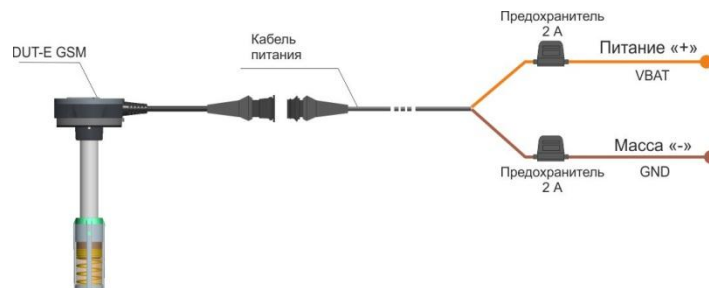

Рисунок 14 — Подключение питания DUT-E GSM к бортовой сети ТС
- 2) При подключении питания DUT-E GSM к бортовой сети ТС используйте **плавкие предохранители** из комплекта поставки в соответствии со схемой подключения (см. рисунок 14). Номинальный ток предохранителя — не более 2 А.
Подключение питания датчика к бортовой сети ТС производится с помощью кабеля питания (7,5 м) из комплекта поставки в соответствии с цоколевкой разъема и назначением проводов интерфейсного кабеля DUT-E GSM (см. рисунок 14 и таблицу 3).